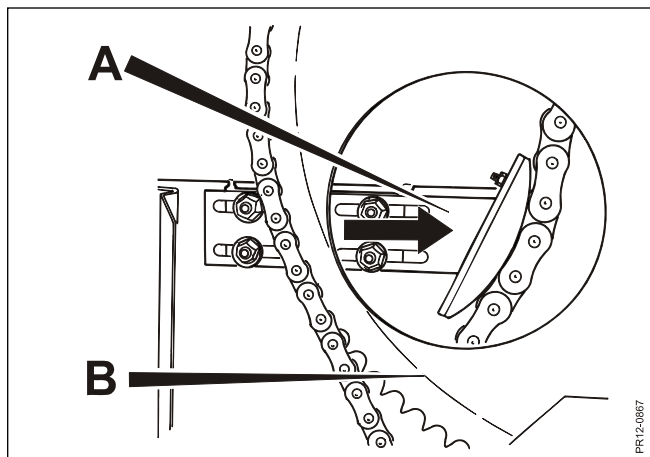

Fig. 9.6
**Fig. 9.6** **Spänning av 1 ½" kedja:** Kedjespännaren (A) lossas, förskjuts bort mot kedjan och spänns fast. Det kan vara lämpligt av kedjedrevet (B) står i ett läge som visas i figuren.